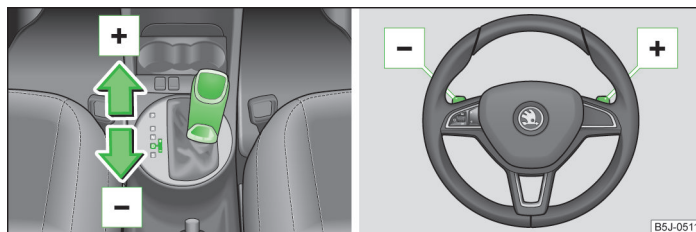

Fig. 90 Palanca selectora / volante multifunción
- » Presione ligeramente la palanca selectora hacia adelante  » fig. 90.
- » Extraiga brevemente la tecla basculante derecha  » fig. 90 hacia el volante.
- » Presione ligeramente la palanca selectora hacia atrás  » fig. 90.
- » Tire brevemente de la tecla basculante izquierda  » fig. 90 hacia el volante.
» Tire brevemente de una de las teclas basculantes  hacia el volante » fig. 90.